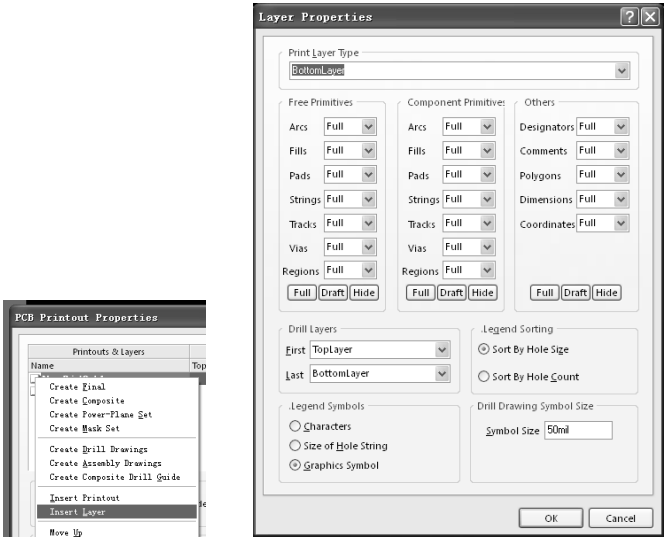

图 3.5.29 “Layer Properties (层属性)”对话框
(3) 再右击“New PrintOut 1”项，在弹出的快捷菜单中选择“Insert Layer (插入层)”选项，屏幕弹出“Layer Properties (层属性)”对话框，如图 3.5.29 所示，在“Print Layer Type (打印层类型)”下拉列表中选择“BottomLayer (底层)”选项。